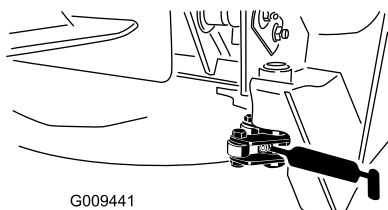

Figure 39
Pivot de verrou (2) (Figure 39)